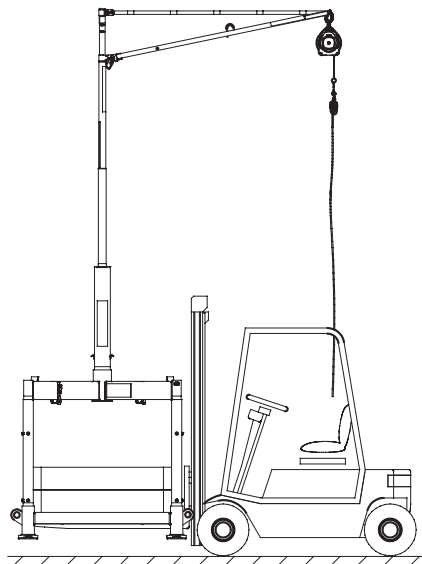

Figure 33. Levage de l'ensemble complet pour le transport.
1. Placez les fourches sous la base dans les profils de guidage. Voir Figure 33. Soulevez doucement l'ensemble et assurez-vous qu'aucun élément du système de chargement MkII n'est bloqué.